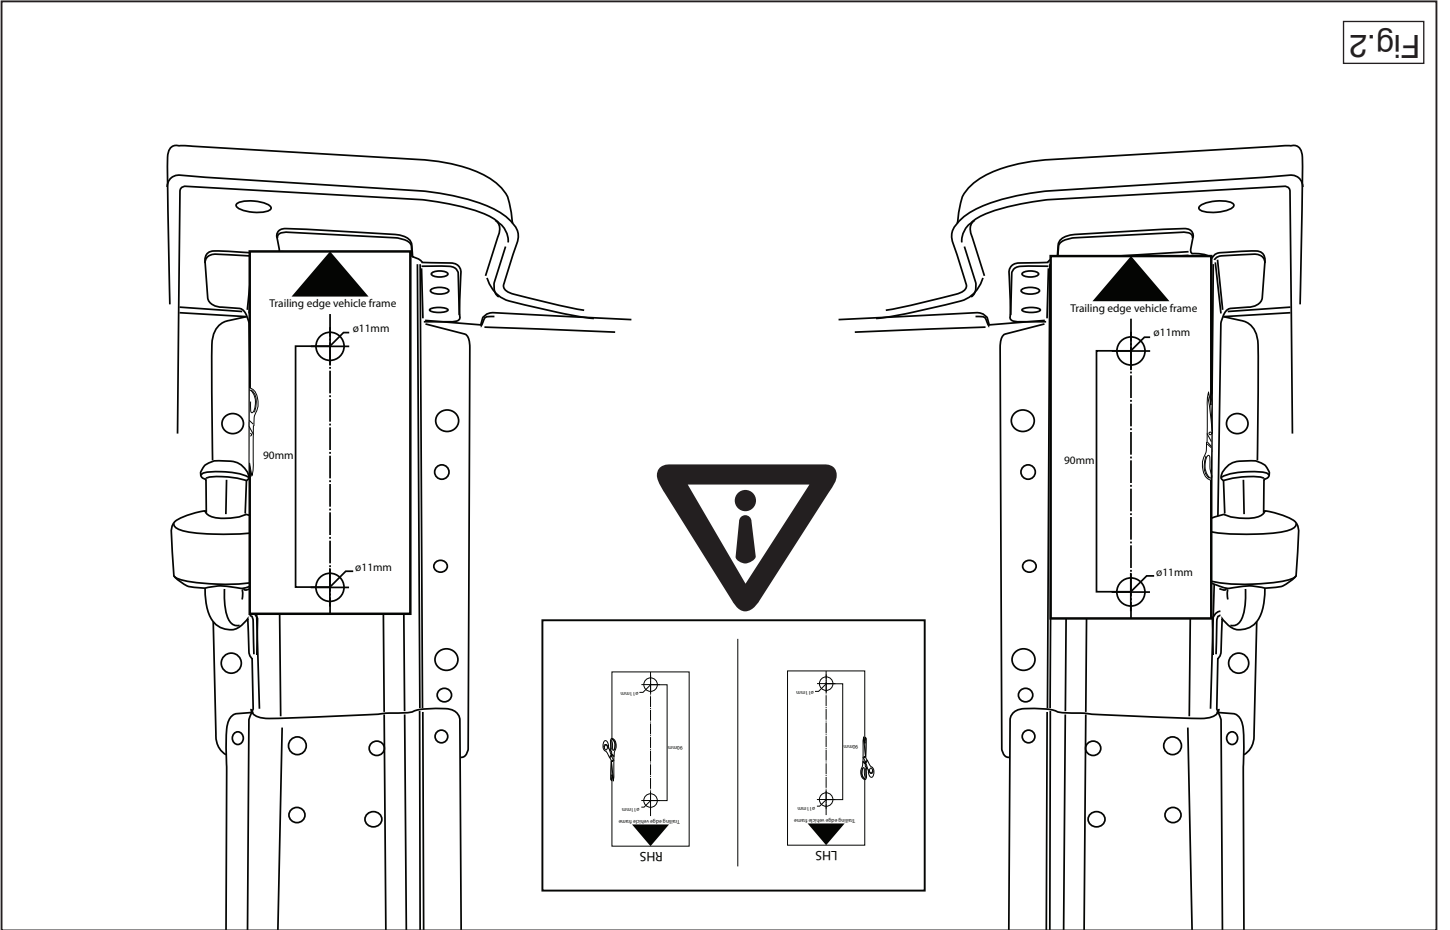

Fig. 2
4. Wyświetl otwory w podwoziu od spodu na ø 11 mm. Patrz rysunek 2.
4. Просверлить отверстия на нижней стороне шасси диаметром 11 мм. см. рисунок 2.